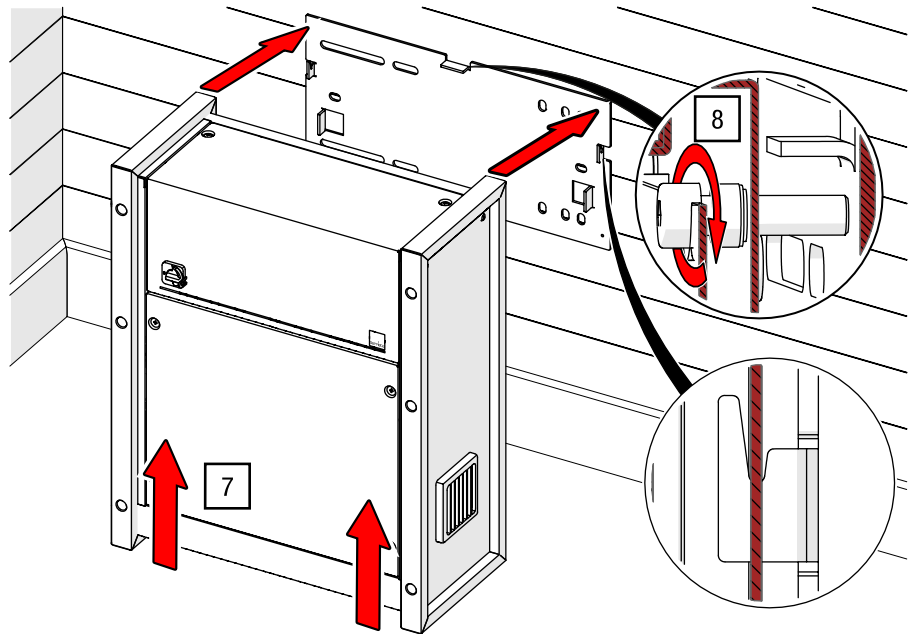

Abb. 19: Steuerung an Wandmontageplatte fixieren (Steuerungsmodell kann abweichen)
7. Richten Sie die Steuerung auf und hängen Sie die vorgesehenen Schlitzte auf der Rückseite in die beiden Haken der bereits an der Wand montierten Wandmontageplatte ein (siehe Abb. 19).
8. Heben Sie das Bedienfeld ab und sichern Sie die Steuerung an der Wandmontageplatte mit der beiliegenden M8×30 Innensechskantschraube (siehe Abb. 19).